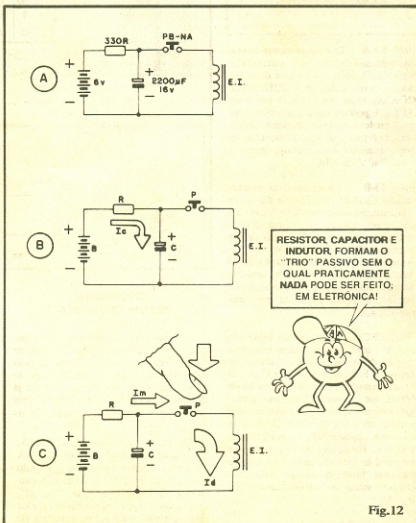

Fig.12
-  **FIG. 12-A**  - Esquema do Bloco de Alimentação Muquirana. Simplíssimo, ao alcance do entendimento do Leitor/Aluno no presente estágio inicial do nosso "Curso".
-  **FIG. 12-B**  - Como funciona a "coisa"... O capacitor C, de valor elevado (2.200u) carrega-se, através do resistor R (330R), num regime máximo de
-  **FIG. 12-C**  - Descarga rápida e forte do capacitor C sobre a bobina E.I. ao premir-se o botão. A corrente de descarga (Id) é "brava" o suficiente para gerar um bom campo magnético momentâneo, suficiente para nossos propósitos imediatos, no entanto, a "corrente de manutenção" (Im) provida pelas pilhas, nesse instante, é pequena, perfeitamente "suportável"!